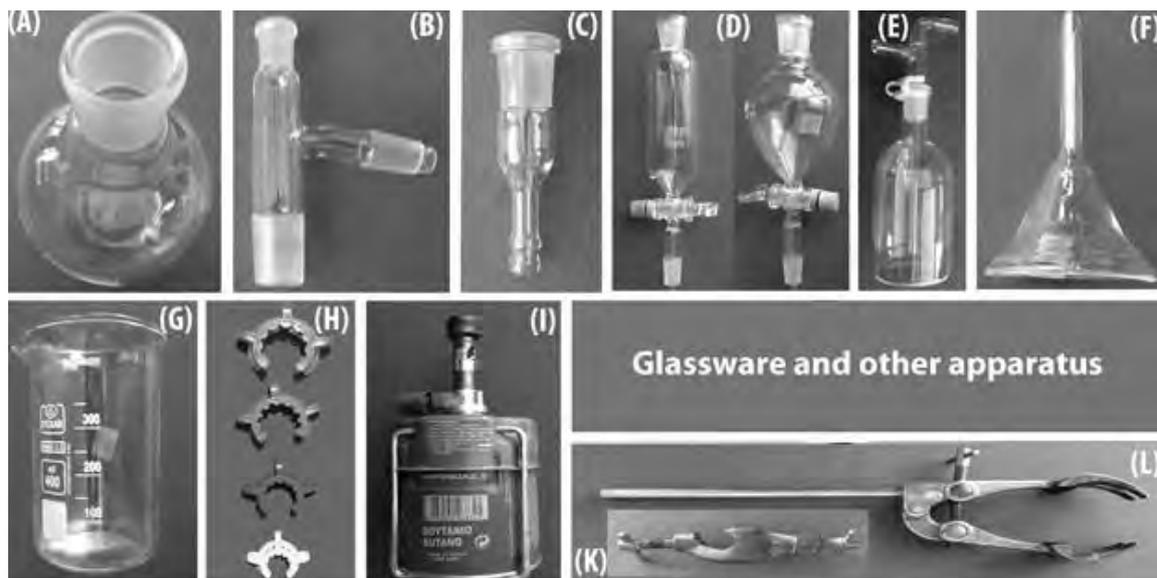

Figure 1: Photos du matériel en verre et des autres appareils utilisés.
- (B) Tube adaptateur à 3 voies
- (C) Embout pour relier l'adaptateur à 3 voies avec un tuyau en plastique
- (D) Ampoules pour ajouter un liquide goutte à goutte (deux types différents)
- (E) Bulleur qui sert à trapper des gouttes de liquide
- (F) Entonnoir
- (G) Bécher de 400 mL
- (H) Bagues de fixation de différentes couleurs
- (I) Brûleur de laboratoire
- (K) Noix
- (L) Pince
2.1. Peser 37 g de NaCl impur, les mettre dans un bécher de 250 mL qui contient déjà 100 mL d'eau distillée (NB : la solubilité maximum de NaCl dans l'eau est de 37,5 g pour 100 ml d'eau à la température du laboratoire). Agiter jusqu'à ce que NaCl se dissolve complètement. On obtient ainsi une solution saturée de NaCl dans l'eau. S'il reste des grains blancs de NaCl non dissous, on décante la solution dans un autre bécher de 400 mL (bécher G de la figure 1)
2.3. Mettre 40 g de sel de cuisine dans le ballon à fond rond (ballon A de la figure 1).